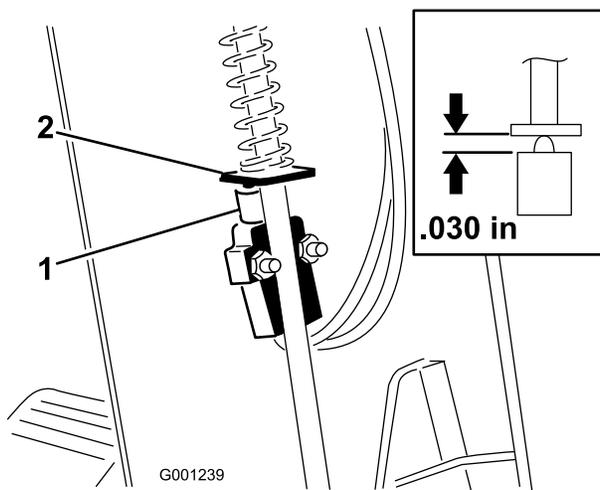

Bild 76
3. Schieben Sie die Abdeckung auf der Lenkwelle nach oben, um den Schalter für die Feststellbremse freizulegen (Bild 76).
5. Richten Sie die Schaufel der Feststellbremsstange mit dem Schalterkolben aus (Bild 76).
6. Drücken Sie die Feststellbremsstange nach unten und den Schalter nach oben, bis die komprimierte Länge des Schalterkolbens 0,7 mm beträgt (Bild 76, Einsatz).